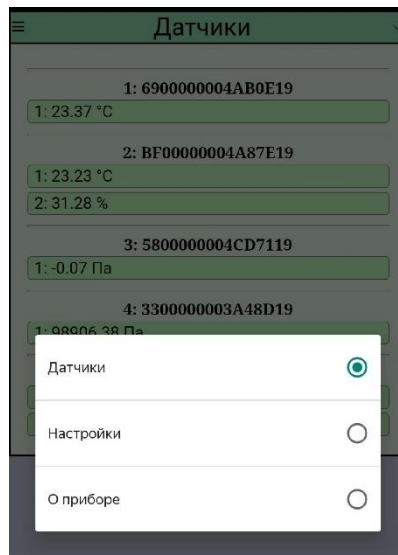

Рисунок 11 – Разделы меню веб-интерфейса прибора
- 2.8.4.1 В верхней части экрана указан текущий раздел меню. По нажатию на название текущего раздела открывается меню с выбором других разделов (рис. 11).